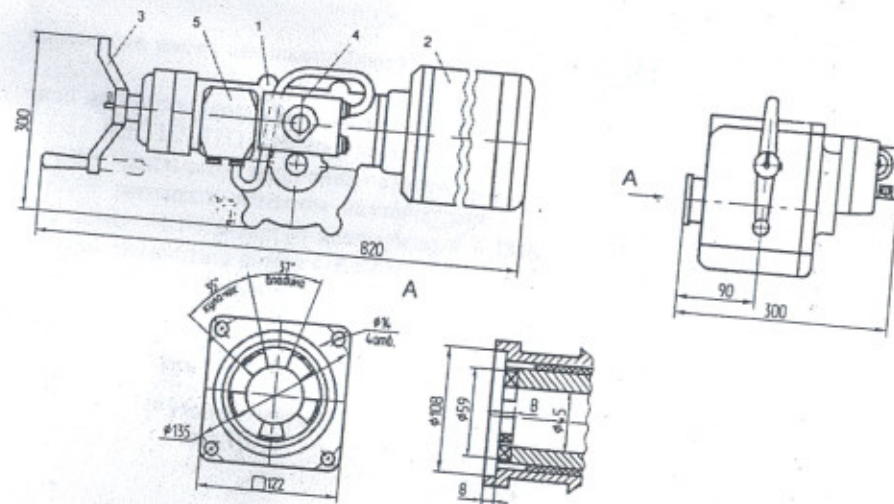

Рис.1 Габаритные и присоединительные размеры привода
- 2.3. Габаритные и присоединительные размеры привода приведены на рис.1. Присоединение приводного вала под соединение со шпинделем арматуры – кулачковое.
3.1. В состав привода (рис. 1) входит червячный редуктор с муфтой крутящего момента 1; электродвигатель 2; ручной дублер 3; блок моментных выключателей 5 и коробка путевых выключателей 4, соединенных между собой электромонтажным жгутом в гибком шланге.